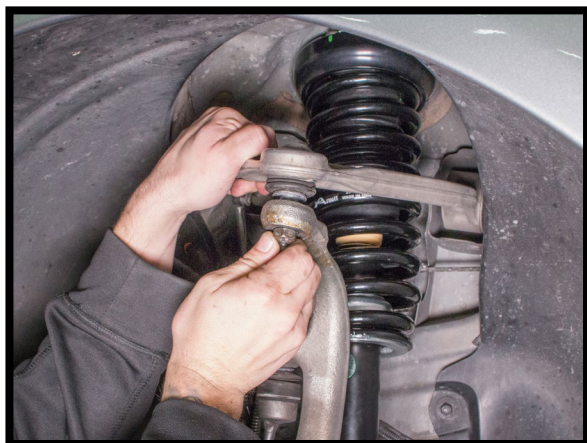

图21
3. 重新安装上控制臂螺母，按照制造商的规范拧紧。（图21和22）